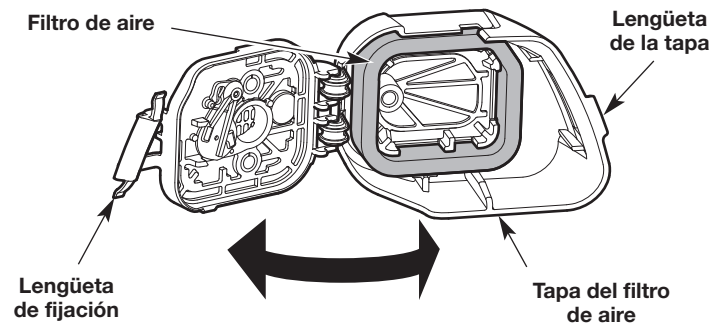

Fig. 27
1. Abra la cubierta del filtro de aire: Enganche sus dedos detrás de la lengüeta de la tapa. Para destrabar la tapa del filtro de aire, jale hacia la izquierda y lejos del motor. Es posible que deba jalar firmemente. Gire la cubierta del filtro de aire hacia la derecha (Fig. 27).
2. Extraiga el filtro de aire del interior de la cubierta del filtro de aire (Fig. 27).
6. Reinstale el filtro de aire dentro de la cubierta del filtro de aire (Fig. 27).
7. Cierre la cubierta del filtro de aire: Gire la cubierta del filtro de aire hacia la izquierda y oprímala para cerrarla hasta que la lengüeta de fijación entra a presión en su lugar (Fig. 27).